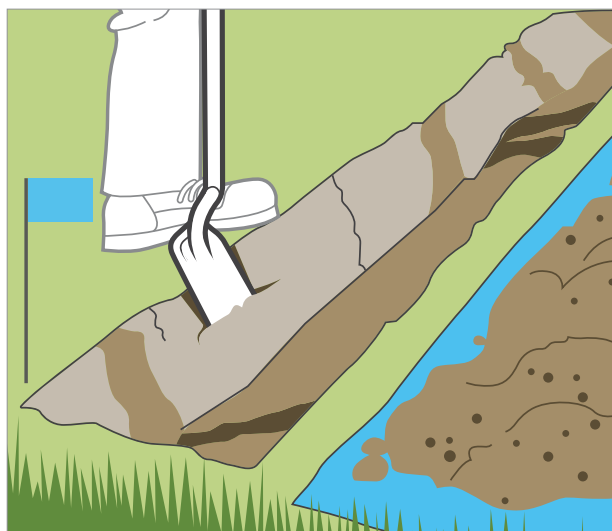

Figura 2
4. Scavo di trincee: verificare le norme locali in vigore relative alla profondità di posa delle tubazioni per gli impianti di irrigazione. In assenza di vincoli particolari, scavare una trincea con una profondità di 25-30 cm. Per le tubazioni secondarie, scavare una trincea con una profondità di 15-20 cm. Lo scavo delle trincee può essere effettuato a mano o con la scavatrice a catena, che si può eventualmente noleggiare presso aziende locali (*Figura 2*).